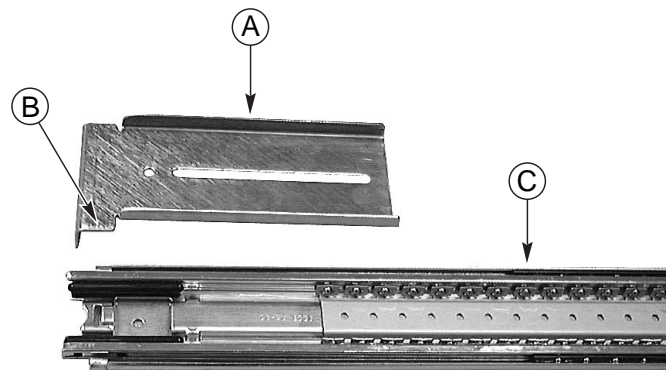

図4 FL/RRブラケットの方向
FL/RRブラケットの方向とスライドレールアセンブリの伸ばし方は、図4を参照してください。
3. FL/RRというラベルの付いたブラケットの1つを外メンバの外側にあてます。下方タンを正しい向きにしなければなりません。ブラケットの正しい向きは、図4のBに示されています。